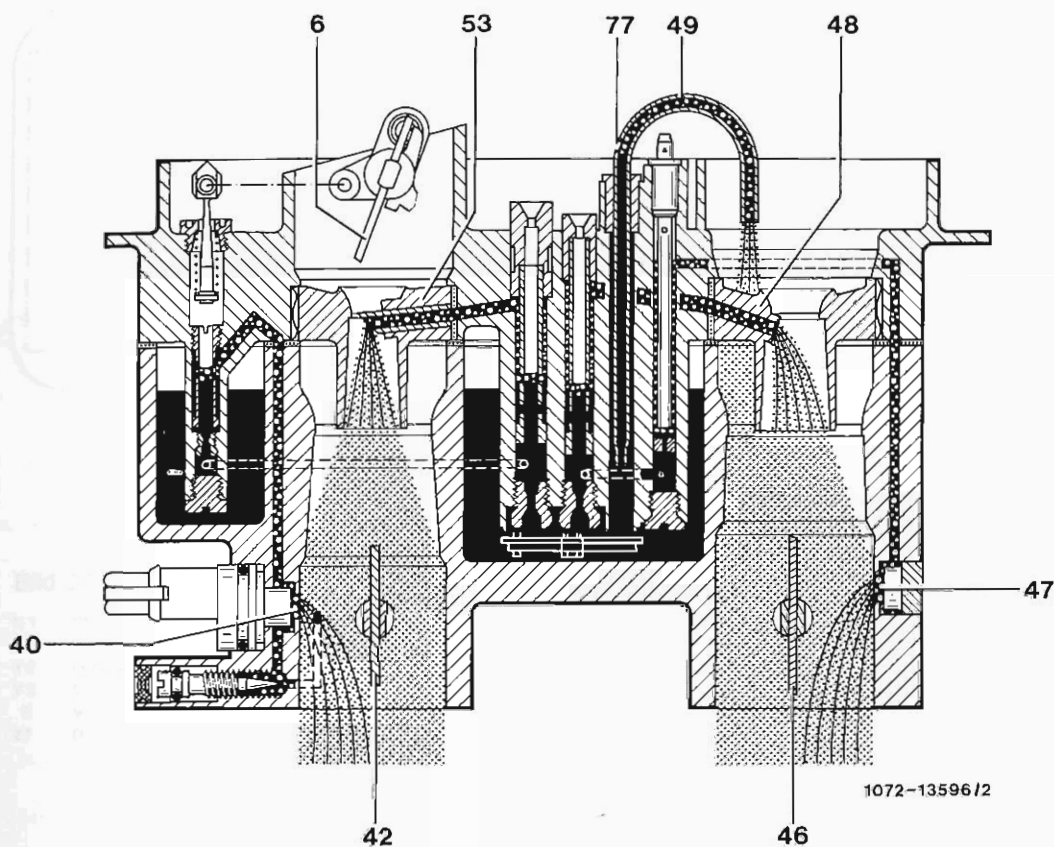

Bild 07.2/27 Vollast
Um einen verzögerungsfreien Übergang von der 1. Stufe bis zum Einsetzen des Hauptdüsensystems der 2. Stufe zu gewährleisten, ist unterhalb der Drosselklappe (46) 2. Stufe ein Bypassschlitz (47) angeordnet. Beim Öffnen der Drosselklappe 2. Stufe wird über die Übergangskraftstoffdüse (55), Mischrohr (50) und Kanal (73) Kraftstoffgemisch gefördert (Bild 07.2/25). Die Korrekturluft strömt über die Bohrung im Mischrohr (50) ein.